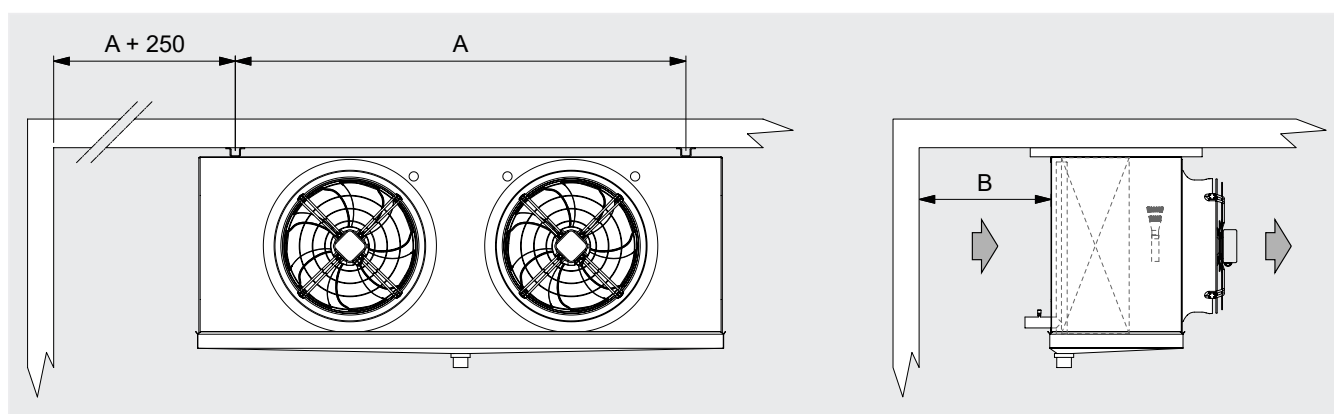

Figura 5
- 6.9 Assicurare un volume libero adeguato (circa il 30% del volume interno della cella) per una corretta circolazione dell'aria in aspirazione e scarico. Rispettare la distanza minima per togliere e inserire le resistenze. Rispettare la distanza minima dal muro. Si osservi la Figura 5, dimensioni in mm.